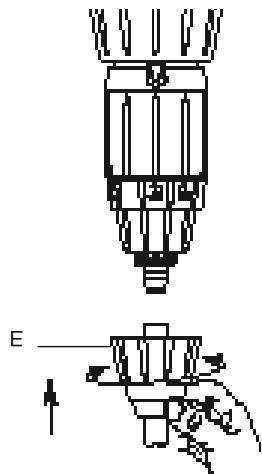

Fig. 8
- Desenroscar a porca (Fig. 8-E) situada por baixo do conjunto de dosagem e enfilar o tubo de aspiração através desta.